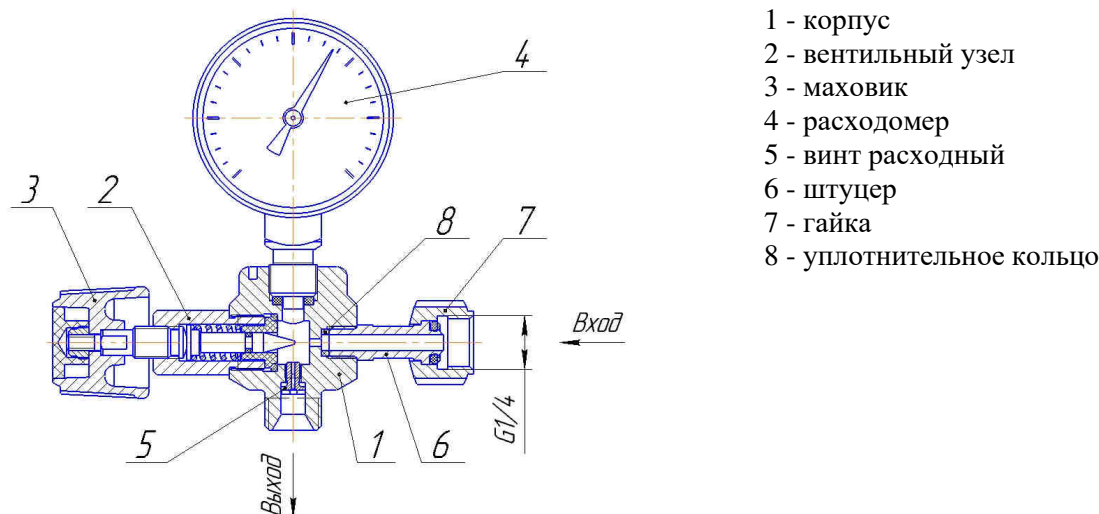
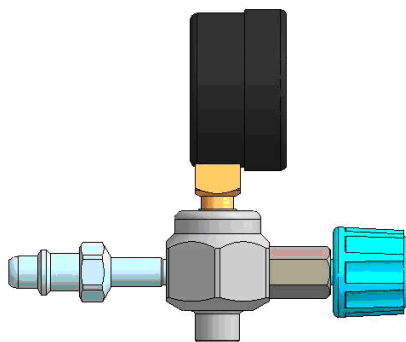

Рис.1 Устройство клапана К-2413-10 (правый)
Рис.4 Клапан запорный
4.1 Внешний вид клапанов показан на рис.1, 3, 4, 6.
Для крепления изделия на запорных клапанах К-1101-16, К-2102-16 (клапана типа ВКМ) (см. рис.1 и рис.4) имеется штуцер 6 с гайкой 7. В исполнении для крепления в СКБ (см. рис.4) используется сменный штуцер. Сменный штуцер герметизируется уплотнительным кольцом 8.